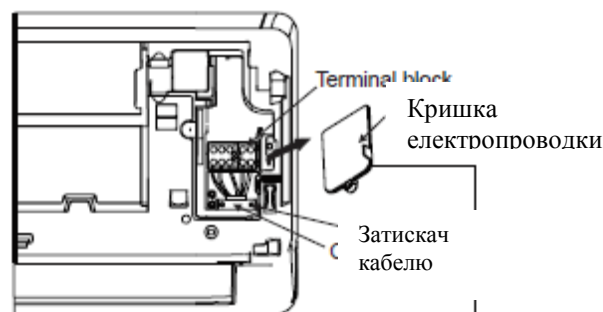

Fig. 3.9
2. Відкрийте передню панель внутрішнього блоку та ослабте гвинти відповідно до зображення на Рис.3.9, які забезпечують більше простору для під'єднання дротів.